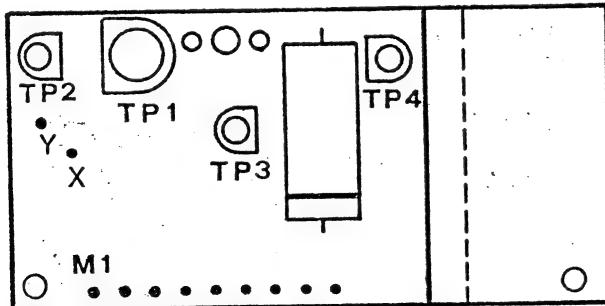

BILD 5
gemessen zwischen M 1 (—) und C 19 (+) Bild 5
gemessen zwischen M 1 (—) und B (+) Bild 5
5. Eingestellt wird diese Dreieckspannung mit TP 4. (Bild 5)
Wenn das nicht der Fall ist, stellen Sie die richtige Tourenzahl mit dem TP 3 ein. (Bild 5)